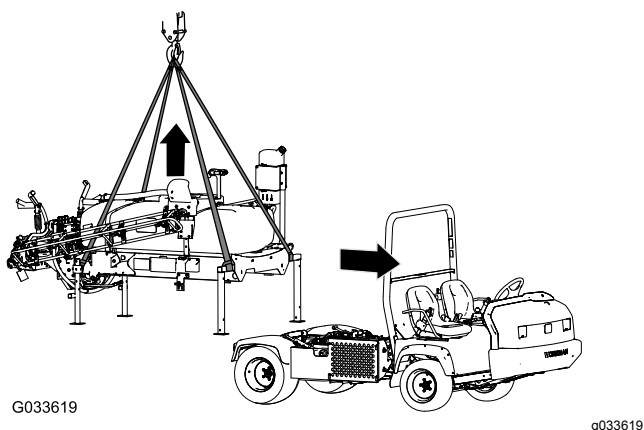

Figura 135
1. Abbassate le barre a circa a 45° poi ruotatele in avanti (Figura 135).
5. Collegate l'attrezzatura di sollevamento ai tubi orizzontali dei cavalletti anteriori e al palo verticale dei cavalletti posteriori (Figura 135).
7. Sollevate il telaio di supporto del serbatoio dalla macchina ad altezza sufficiente per liberare completamente il telaio di supporto dalla macchina (Figura 135).